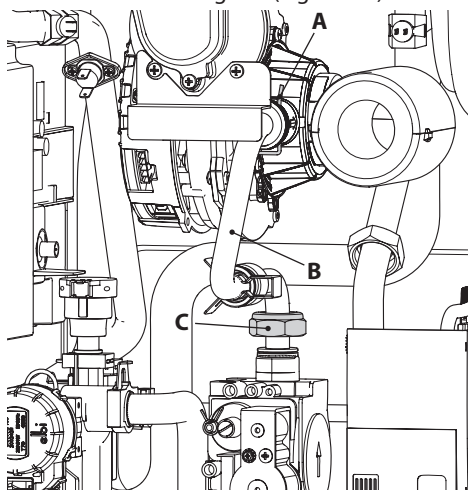

Figura 8.1
- Togliere la forcina **A**, svitare il girello **C** ed estrarre il tubo del gas **B** (Figura 8.1).
⚠ **Attenzione per rimontare eseguire le operazioni effettuate in senso inverso, stando attenti a non rovinare la guarnizione OR del tubo gas quando si inserisce il tubo nel mixer aria/gas ed eseguire la prova di tenuta gas dopo aver stretto il girello del tubo gas (Figura 8.1).**